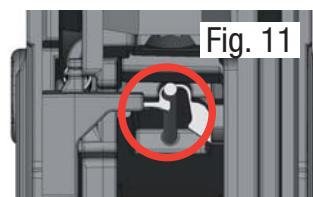

Fig. 11
- Coloque el retén del cargador desde la derecha o la izquierda según le convenga. ASEGÚRES DE QUE EL MUELLE ENCAJE EN EL RETÉN DEL CARGADOR (FIG. 11)